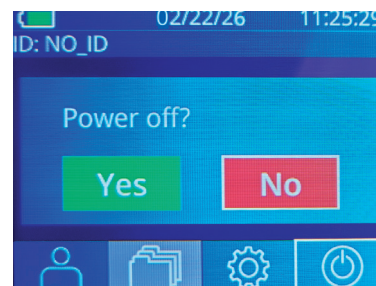

Fig. 45
- Vaya a la pantalla de inicio, seleccione el ícono de **Encendido/apagado**  para apagar el dispositivo y presione **Yes** (Sí) para confirmar la operación (Fig. 45).